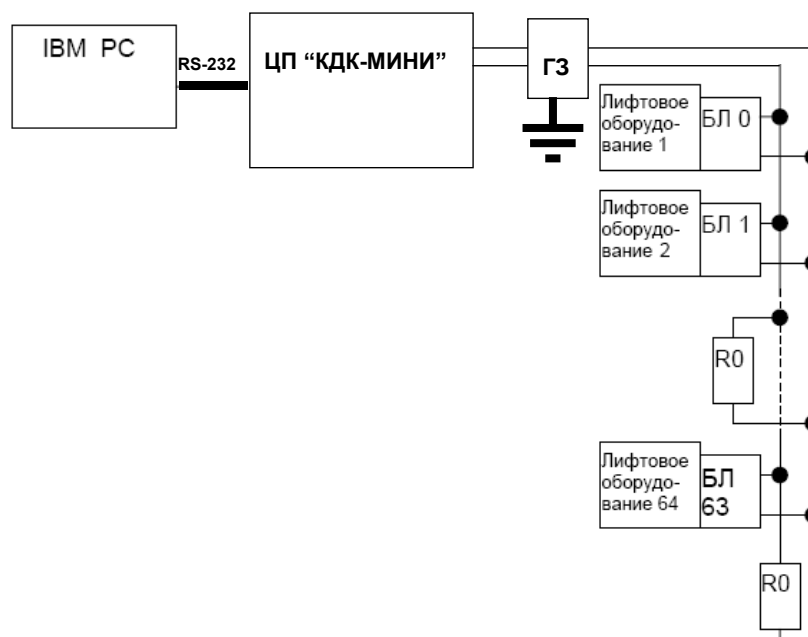

Рис. 1 Блок-схема подключения ЦП “КДК-МИНИ” к блокам лифтовым. где: R0- Линейный согласователь; ГЗ - грозозащита
1.4.1. Блок-схема комплекса КДК с лифтами показана на Рис.1. БЛ опрашивает состояние датчиков лифта, анализирует их работу в соответствии с изложенным выше алгоритмом, подготавливая к передаче слово состояния лифта. По запросу с ЦП БЛ передает ЦП подготовленное слово состояния лифта.